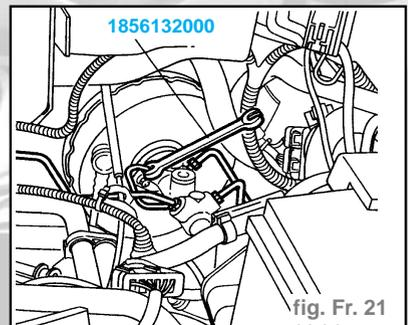

fig. Fr. 21
- Dévisser les raccords des canalisations de freins à l'aide de la clé **1856132000**, afin de ne pas endommager les raccords (fig. Fr. 21).